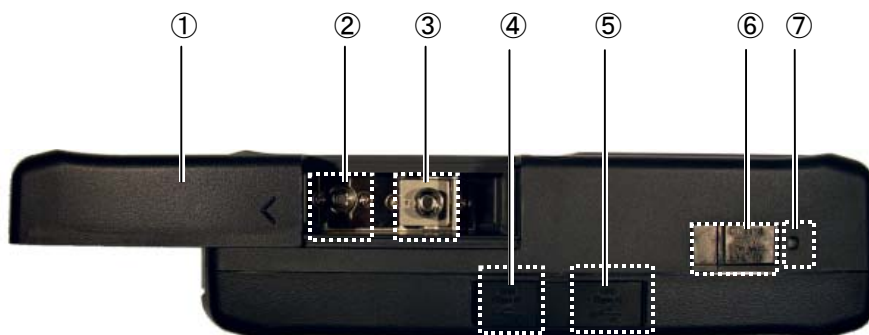

図 2.4.2-1 上面
2. 本器の上面にある DC Input コネクタのカバーを開け(図 2.4.2-1), AC アダプタのジャックを DC Input コネクタに差し込みます。
本器の上面には測定ポート, 可視光源ポート(オプション), USB ポート, DC Input コネクタ, および充電ランプがあります。本器上面の例を図 2.4.2-1 に示します。
1. スライドカバー (図 2.4.2-1)を開けます。